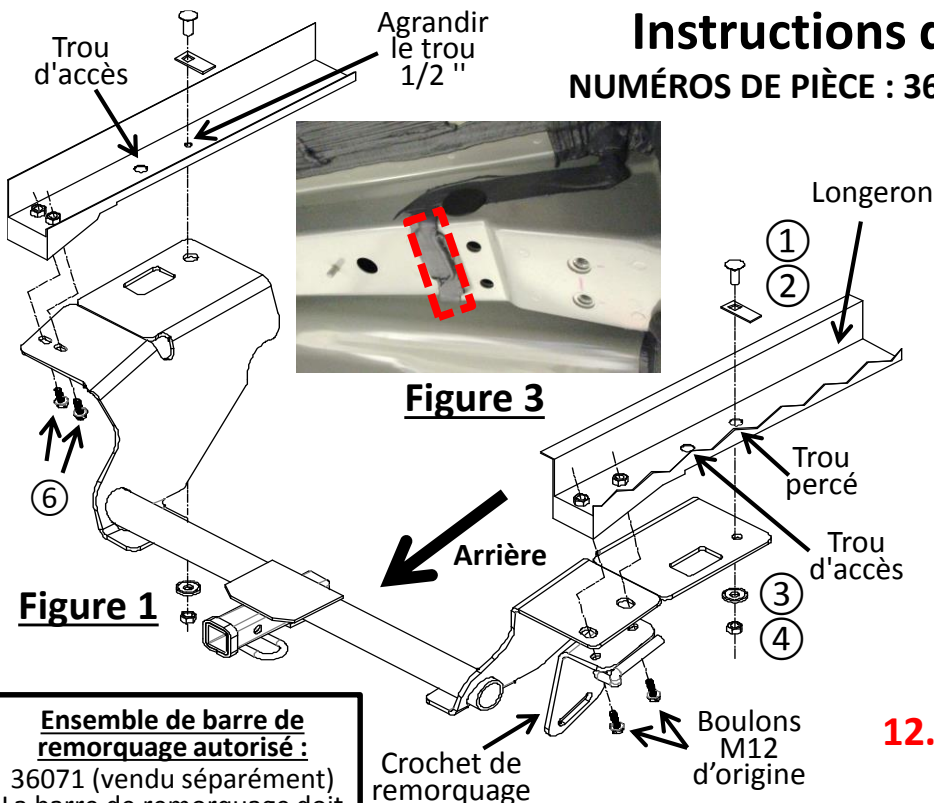

Figure 1
- Enlarge access/attachment holes** - Remove rubber plugs from access holes and passenger side forward attachment hole on the frame, see **Figure 1**. Using a die grinder with cutting bit, enlarge the access holes to fit the head of carriage bolt ①, both sides, see **Figure 1**. Using a 1/2" drill, enlarge forward attachment hole on driver's side, see **Figure 1**.
- Install hitch** - (a) Using 12 mm socket, remove (2) factory M8 bolts from driver side frame rails. Return to vehicle owner.
(d) Reinstall the heat shield. Raise the hitch into position and loosely install (2) M8 bolts ⑥ into existing weldnuts on driver side. Using (2) factory M12 bolts, install the tow hook on top of hitch, see **Figure 1**. Using the hitch as a template, drill a 1/2" hole through heat shield/frame on passenger's side forward attachment.
(e) Using pull wire ⑤, install the carriage bolt ① and spacer ② into frame rails to bracket holes, both sides, see **Figure 1 & 4**. Remove pull wires and loosely install conical washer ③, and hex nut ④ onto carriage bolt, both sides.
4. **Enlarge access/attachment holes** - Remove rubber plugs from access holes and passenger side forward attachment hole on the frame, see **Figure 1**. Using a die grinder with cutting bit, enlarge the access holes to fit the head of carriage bolt ①, both sides, see **Figure 1**. Using a 1/2" drill, enlarge forward attachment hole on driver's side, see **Figure 1**.
5. Install hitch – (d) Reinstall the heat shield. Raise the hitch into position and loosely install (2) M8 bolts ⑥ into existing weldnuts on driver side. Using (2) factory M12 bolts, install the tow hook on top of hitch, see **Figure 1**. Using the hitch as a template, drill a 1/2" hole through heat shield/frame on passenger's side forward attachment.
- Agrandir le trou d'accès** – Retirer les bouchons en caoutchouc des trous d'accès du cadre, des deux côtés. À l'aide d'une meule à rectifier avec accessoire à découper, agrandir les trous d'accès illustrés à la Figure 1 afin d'adapter la tête du boulon de carrosserie ①, des deux côtés. À l'aide d'une perceuse de 1/2 po, agrandir le trou de fixation avant du côté du conducteur, voir **Figure 1**.
- Installer l'attelage** – (a) À l'aide d'une douille 12 mm, retirer deux (2) boulons M8 d'origine des longerons côté conducteur. Remettre les pièces au propriétaire.
(d) Réinstaller l'écran thermique. Soulever l'attelage en position et poser lâchement deux (2) boulons M8 ⑥ dans les écrous à souder existants du côté conducteur. À l'aide de deux (2) boulons M12 d'origine, installer le crochet de remorquage sur le dessus de l'attelage, voir la **Figure 1**. En utilisant l'attelage comme gabarit, percer un trou de 1/2 po à travers le cadre sur le point de fixation avant côté passager.
(e) À l'aide d'un fil de tirage ⑤, poser le boulon de carrosserie ① et l'espaceur ② dans les longerons jusqu'aux trous de support, des deux côtés, voir les **Figures 1 et 4**. Retirer les fils de tirage et poser lâchement une rondelle conique ③, et un écrou hexagonal ④ sur les boulons de carrosserie, des deux côtés.
4. Agrandir le trou d'accès – Retirer les bouchons en caoutchouc des trous d'accès du cadre, des deux côtés. À l'aide d'une meule à rectifier avec accessoire à découper, agrandir les trous d'accès illustrés à la Figure 1 afin d'adapter la tête du boulon de carrosserie ①, des deux côtés. À l'aide d'une perceuse de 1/2 po, agrandir le trou de fixation avant du côté du conducteur, voir **Figure 1**.
(d) Réinstaller l'écran thermique. Soulever l'attelage en position et poser lâchement deux (2) boulons M8 ⑤ dans les écrous à souder existants du côté conducteur. À l'aide de deux (2) boulons M12 d'origine, installer le crochet de remorquage sur le dessus de l'attelage, voir la **Figure 1**. En utilisant l'attelage comme gabarit, percer un trou de 1/2 po à travers le cadre sur le point de fixation avant côté passager.
(e) À l'aide d'un fil de tirage ⑤, poser le boulon de carrosserie ① et l'espaceur ② dans les longerons jusqu'aux trous de support, des deux côtés, voir les **Figures 1 et 4**. Retirer les fils de tirage et poser lâchement une rondelle conique ③, et un écrou hexagonal ④ sur le boulons de carrosserie, des deux côtés.